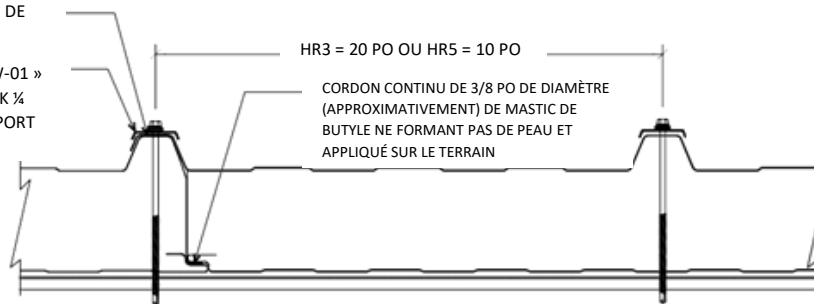

FIGURE 6
- 12.11 LA SÉQUENCE DE FIXATION DÉPEND DE L'ÉPAISSEUR DU PANNEAU, DE LA TRAVÉE, DU SUBSTRAT ET DES CHARGES ADMISES. CONSULTEZ VOTRE REPRÉSENTANT ALL WEATHER INSULATED PANELS OU L'USINE POUR PRENDRE CONNAISSANCE DES CHARGES ADMISES DES PANNEAUX ET DES FIXATIONS. S'IL FAUT DEUX ASSEMBLAGES DE RONDELLES CAVALIER, PLACEZ TOUJOURS LE DEUXIÈME ASSEMBLAGE DE RONDELLES CAVALIER À CÔTÉ DE LA NERVURE HAUTE DE CHEVAUCHEMENT (CONSULTEZ LA FIGURE 6 CI-DESSOUS).